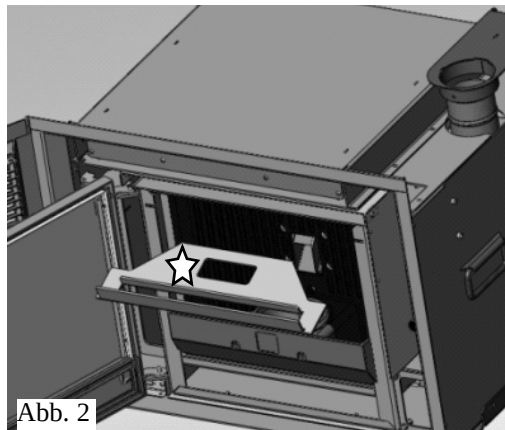

Abb. 2
- Die Abdeckung ausbauen und reinigen (★) (Abb. 2).